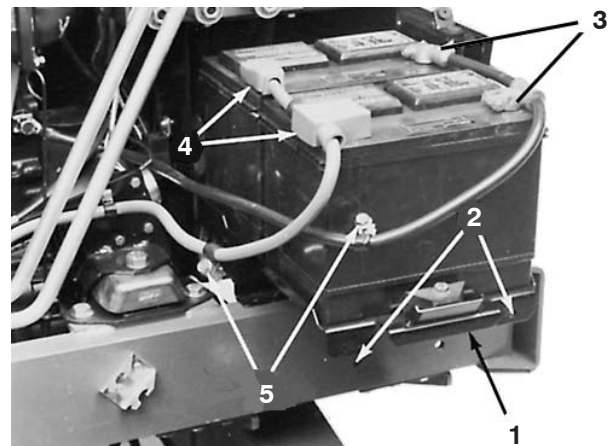

Bild 2
2. Nehmen Sie die Kopfschrauben ab, mit denen das Batteriefach befestigt ist, und schieben Sie das Fach heraus (Bild 2).
4. Ziehen Sie das Minuskabel (-) von den Batterien ab (Bild 2). Schließen Sie ein 3 bis 4 Ampere Ladegerät an die Batteriepole an. Laden Sie die Batterien bei einer Rate von 3 bis 4 Ampere vier bis acht Stunden lang auf.